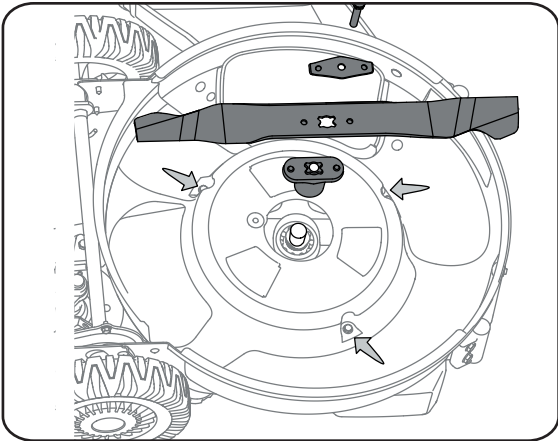

Figure 13
1. Enlevez le boulon et le support de la lame qui maintiennent la lame et l'adaptateur sur le vilebrequin. Voir la Figure 13.
7. Placez l'adaptateur de la lame sur le vilebrequin, «l'étoile» à l'opposé du moteur. Voir la Figure 13. Placez la lame, le côté sur lequel la mention «Bottom» (ou le numéro de pièce) apparaît, à l'opposé de l'adaptateur. Alignez le support de la lame sur celle-ci en enfonçant les pattes dans les trous de la lame, puis insérez le boulon hex.
6. Avec une clé de 3/8 po, enlevez les trois vis à tête hex. qui maintiennent le déflecteur sur le plateau de coupe. Voir la Figure 13.